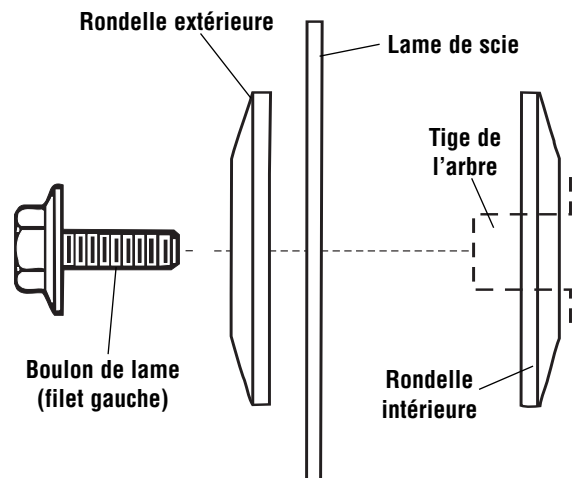

Figure 2. Ferrures de lame
5. Enlevez le boulon de lame, le rondelle extérieure et la lame. N'enlevez pas le rondelle intérieure (Figure 2).